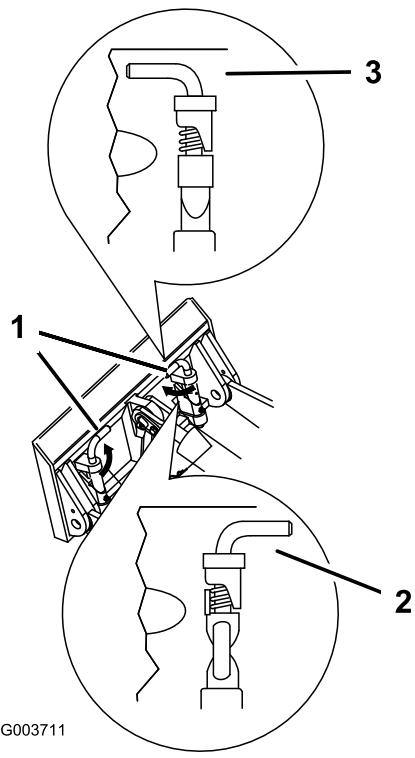

Figure 19
- Engagez complètement les goupilles à fixation rapide dans la plaque de montage (Figure 19).